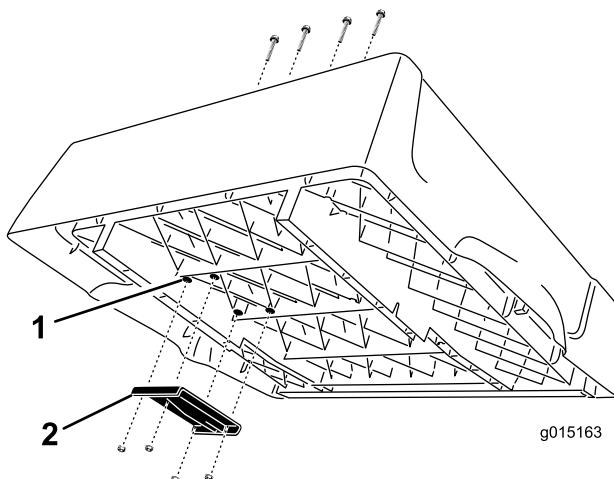

Figura 4
- Localice los 4 salientes en el lado derecho de la cara inferior de la plataforma (Figura 4). Usando una broca de 3/8 pulgada, perfore cuidadosamente a través de los salientes para abrir cuatro taladros pasantes en el suelo de la plataforma.
contratuercas con arandela prensada ('Whizlock') (3/8 pulgada). Coloque el soporte según se muestra en Figura 4.